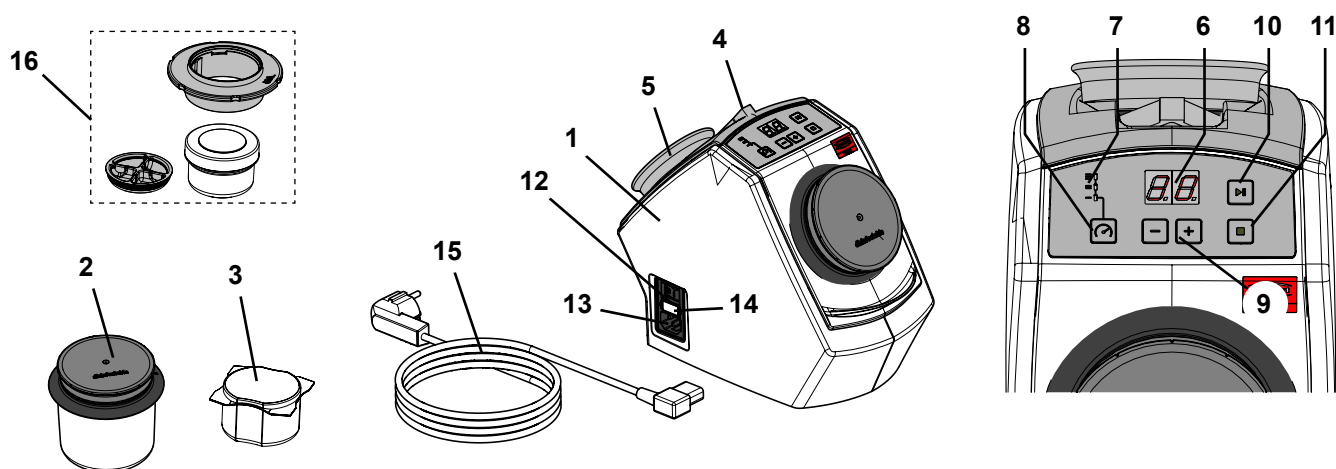

図 1
- ▶ 保持磁石（図1の5）には鉛が含まれています。
- ⇒付属のピンセットと固定マグネットを装置背面のホルダーに置きます (図 1)。
- ⇒電源コード(15, 図 1)、地域に適応するプラグを選択して下さい。
- ⇒電源コードを電源コンセント(13, 図 1)に挿し込みます。
- ⇒装置のメインスイッチをオンにして下さい ((12, 図 1)。
- ⇒クリーニングビーカー(2、図1)に75 gのクリーニングニードル(1つのパッケージユニットに対応)を充填します。
- ⇒SYMPRO小型容器(アクセサリ)(16、図1)に5gまでのクリーニングピンを入れます